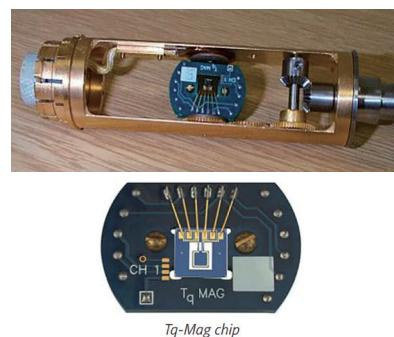

图 16 放置在样品水平旋转杆 D310 上的扭矩测量芯片
- 需配合样品旋转杆 D310 使用，可进行全自动的角度相关的磁矩测量，如图 16 所示。